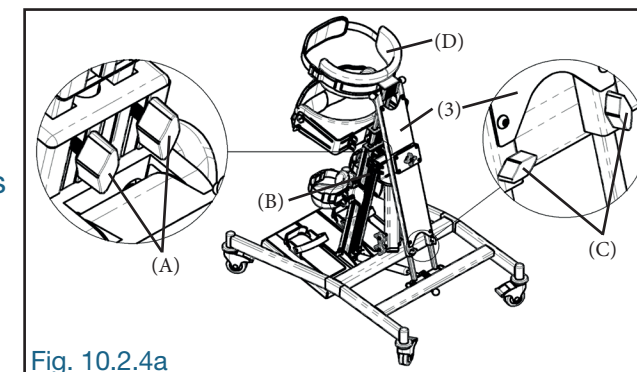

Fig. 10.2.4a
Dévisser légèrement les boutons de blocage (A) au dos du châssis (B) ainsi que les boutons de blocage (C) au bas du stabilisateur (3), ajuster en hauteur la butée thoracique (D) puis, resserrer fermement les quatre boutons de blocage (A) et (C) dévissés précédemment (Fig. 10.2.4a).